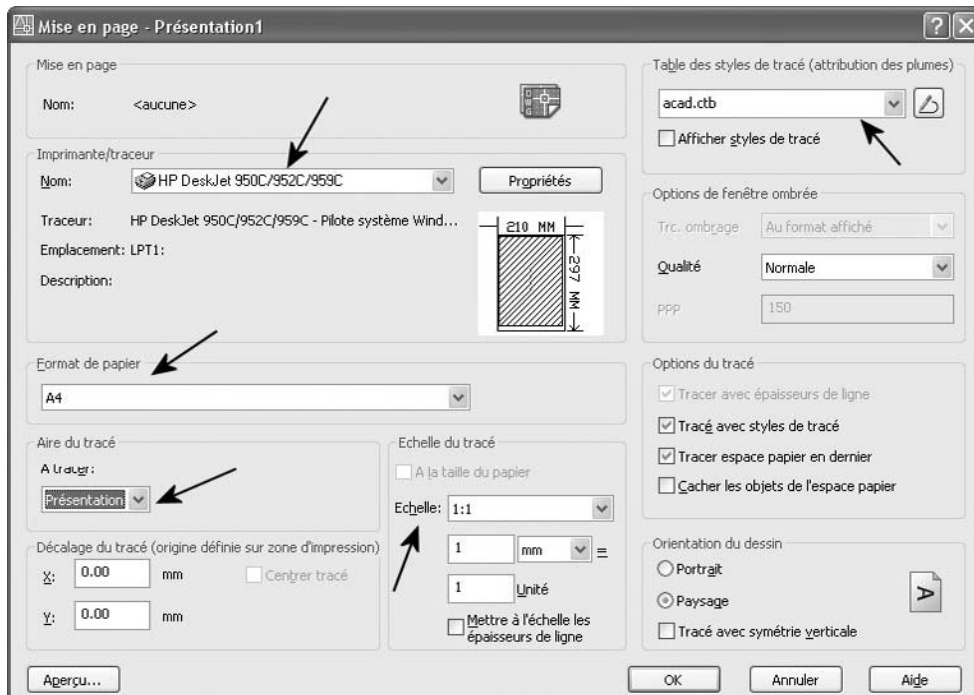

Fig.23.9
- [4] Dans la boîte de dialogue **Mise en page** (Page setup), sélectionner l'imprimante à utiliser dans la liste déroulante **Nom** (Name). Par exemple : DesignJet 750C (fig 23.9).